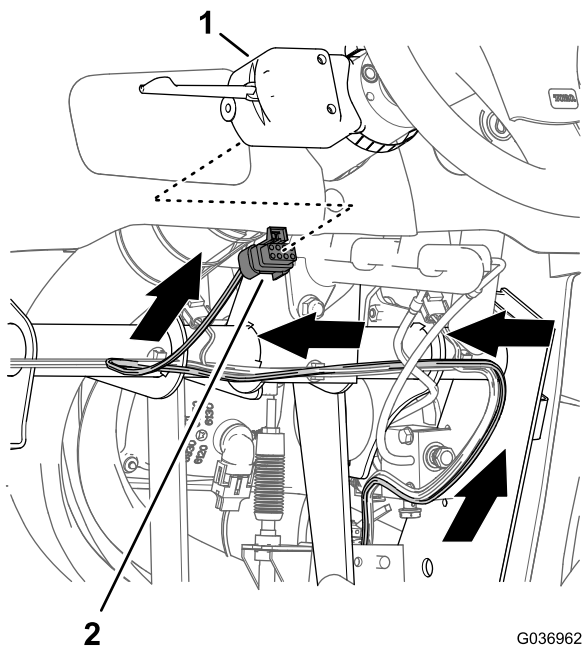

Figure 29
3. Branchez la branche du faisceau de câblage munie du connecteur à 8 douilles au connecteur à 8 broches de l'interrupteur des clignotants (Figure 29).